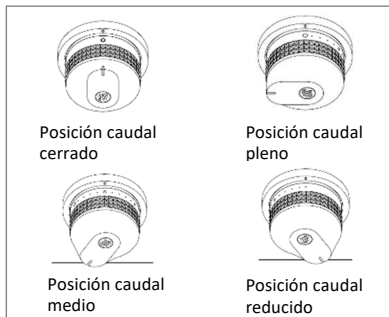

Imagen 2: Ajuste de la palanca de control
6. A continuación regule según desee la altura de la llama girando la o las palancas de control de caudal pleno (círculo grande) o caudal reducido (círculo pequeño) (consulte la imagen 2)